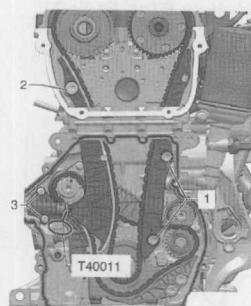

图1-3-10 安装张紧器与滑轨
③如图1-3-10所示，安装正时链的张紧轨，拧紧螺栓2，安装正时链的滑轨，拧紧螺栓1，安装正时链张紧器，并拧紧螺栓3。
④插上轴承桥并用手拧紧螺栓。
⑤拆下正时链张紧器上的定位销T40011。
⑥拧紧轴承桥的螺栓。
⑦拧紧控制阀。